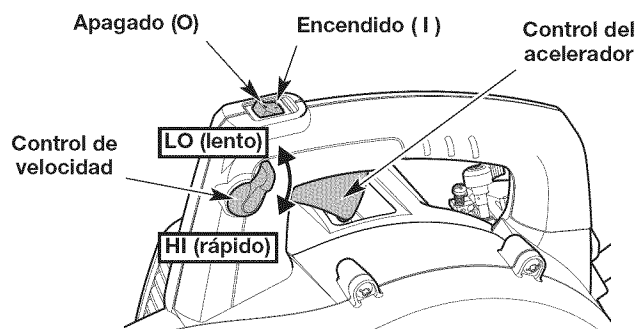

Fig. 3
**NOTA:** No es necesario encender la unidad. El interruptor de encendido/apagado está en la posición ENCENDIDO ( I ) en todo momento (Fig. 3).
4. Mueva el control de crucero a la posición **LO (lento)** (Fig. 3).
**NOTA:** Mantenga el control de crucero en posición **LO (lento)** y **NO** presione el control del acelerador hasta el paso 9 (Fig. 3).
8. **NO** apriete el control del acelerador. Ponga el motor en una marcha lenta durante 5 a 10 segundos. Si la unidad se detiene durante este momento: Apriete y mantenga oprimido el control del acelerador o mueva el control de crucero a la posición **HI (rápido)** (Fig. 3). Tire de la cuerda de arranque con un movimiento controlado y firme hasta que arranque la unidad.
9. Apriete y mantenga oprimido el control del acelerador o mueva el control de crucero a la posición **HI (rápido)** (Fig. 3). Deje que el motor se caliente durante 30 a 60 segundos.
2. Oprima y mantenga apretado el interruptor de encendido/apagado en la posición **APAGADO (O)** hasta que el motor se pare por completo (Fig. 3).
- Use el control de velocidad para facilitar la operación continua (Fig. 3).